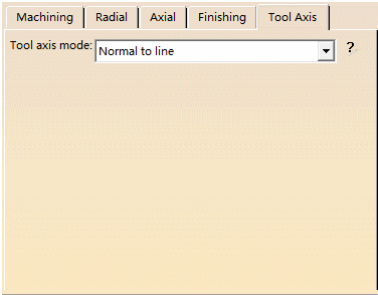

图 4-70 “Tool Axis”选项卡（3）
- 在“Tool Axis”选项卡（3）的“Tool axis mode”下拉列表中选择“Normal to line”，如图4-70所示。